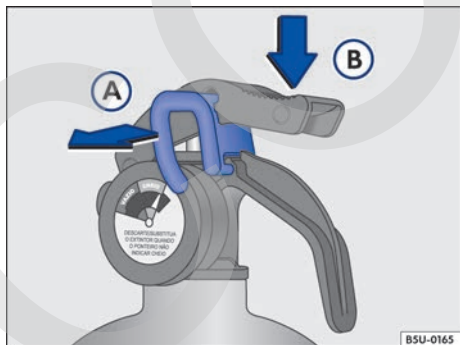

Fig. 28 Secuencia de uso del extintor de incendio.
- Tirar de la traba → fig. 28 (A) para romper el lacre.
- Apretar el gatillo → fig. 28 (B) esparciendo el polvo.